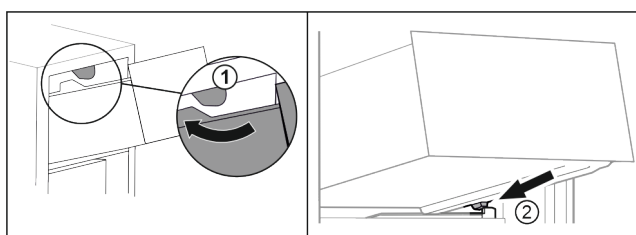

Fig. 16
- ▶ Duceți sertarul în jurul opritoarelor superioare Fig. 16 (1).
- ▶ Așezați sertarul oblic în spatele opritoarelor inferioare pe nervura recipientului Fig. 16 (2).